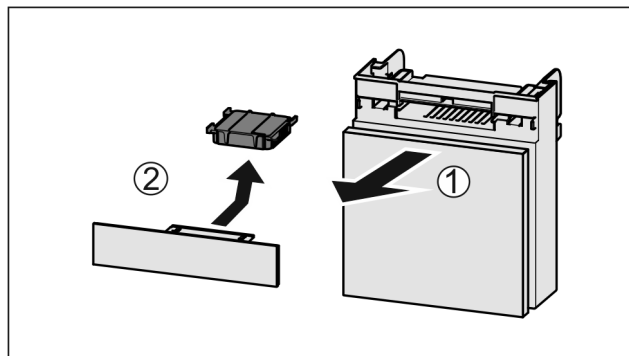

Fig. 143
- ▶ Zásuvku vytáhněte dopředu Fig. 143 (1).
- ▶ Filtr s aktivním uhlím vyjměte Fig. 143 (2).